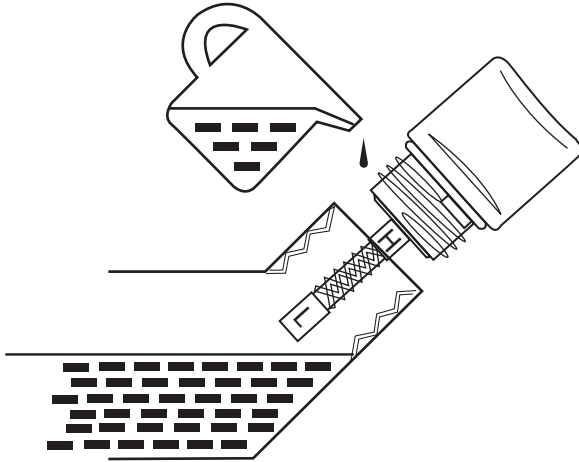

Figura 27 – Control del nivel de aceite
- Nivel de aceite aceptable: se puede ver el aceite sobre las rayas que hay entre las líneas H (alto) y L (bajo) del tapón de llenado/la varilla de medición del aceite (vea la *Figura 27*).